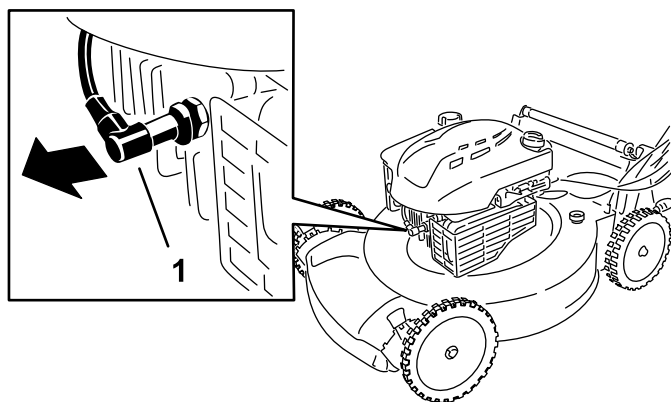

Figura 24
2. Scollegate il cappello dalla candela (Figura 24).
- Scollegate il cappello dalla candela (Figura 24).